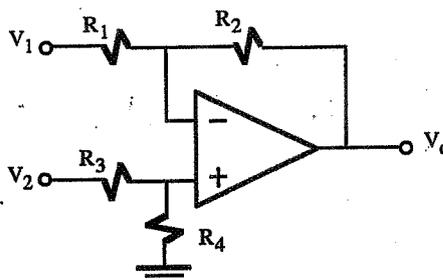

Figura 8.9. Amplificador restador.
• **Amplificador restador.** Analizando el circuito de la figura 8.9, fácilmente se obtiene la siguiente expresión